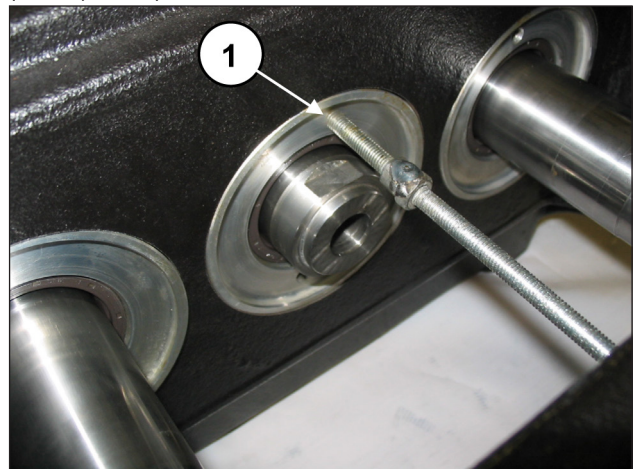
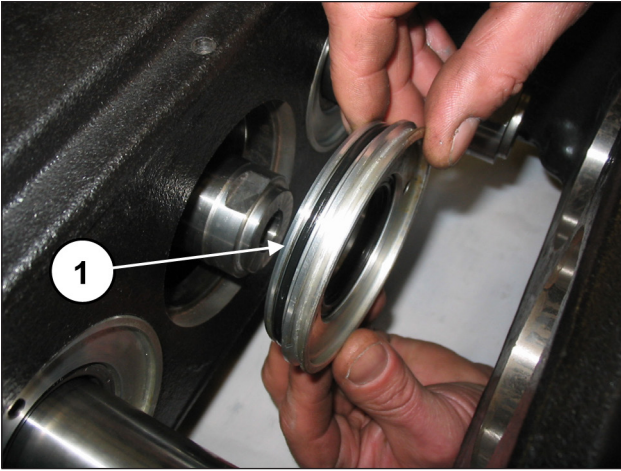

Abb. 4
Abb. 5
Entnehmen Sie die Ölabstreifring-Deckel durch Eindrehen einer Gewindestange oder einer Schraube M6 als Abzieher in die entsprechenden Bohrungen am Deckel (Pos. ①, Abb. 4) und nehmen Sie die Deckel von der Pumpengruppe ab (Pos. ①, Abb. 5).